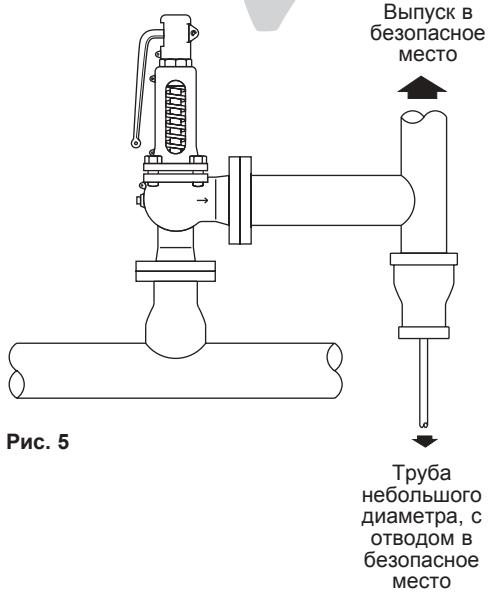

Рис. 5
5.8 Если выходной трубопровод направлен вверх, в самой низкой точке необходимо сделать дренажное отверстие. (Рис.5) Выпуск должен осуществляться в место, где он не будет создавать шума или неудобств.